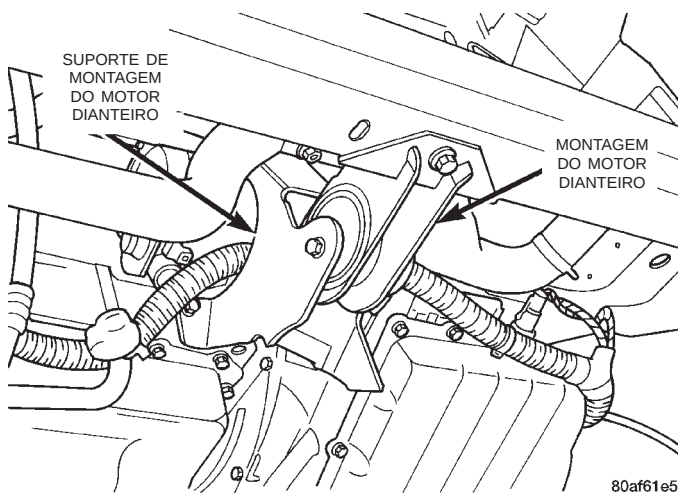

Fig. 42 Remoção da Montagem do Motor Dianteiro
(19) Remova o isolador e o suporte de montagem do motor dianteiro (Fig. 42).